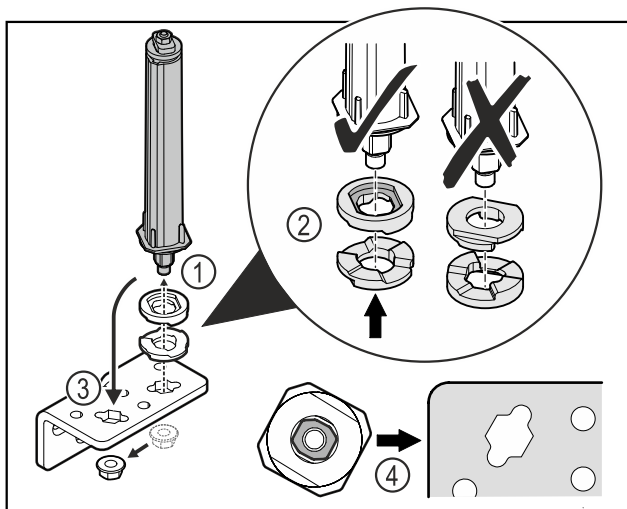

Fig. 52
- ▶ Løsn møtrikken, og afmonter dørlåsesystemet Fig. 52 (1).
- ▶ Vær opmærksom på, at højdeindstillingskiverne vender korrekt Fig. 52 (2).
- ▶ Flyt lukkesystemet i hængselvinklen, og fastgør med møtrikken Fig. 52 (3).
- ▶ Vær opmærksom på, at dørlukkesystemet vender korrekt, når det sættes i Fig. 52 (4).